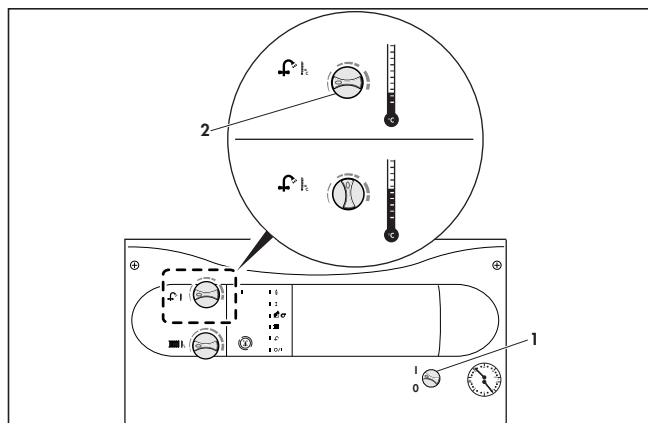

Рис. 5: Режим приготовления горячей воды
! При жесткости воды больше 3,5 мг.экв/л (1,79 моль/м³) поворотную ручку (2) рекомендуется устанавливать максимум в среднее положение (рис. 5).